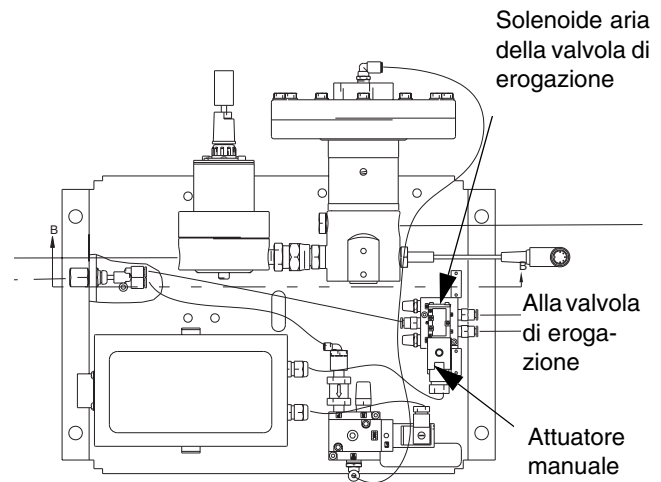

FIG. 14
5. Se non è possibile azionare il dispositivo di erogazione dall'unità di controllo, fare riferimento alla FIG. 14 e seguire le procedure per aprire il dispositivo e scaricare la pressione del fluido:
- a. Attivare manualmente lo stantuffo sul solenoide, che apre lentamente la valvola di scarico per scaricare la pressione. Fare riferimento a FIG. 14.